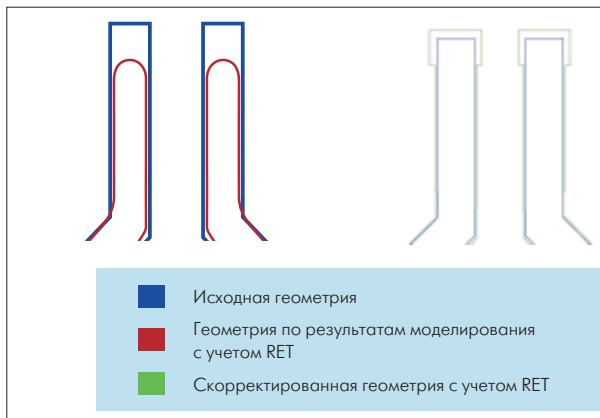

Рис.6. Коррекция топологии с учетом RET
- модуль **Calibre OPCpro** (Optical Process Correction for Batch Production) позволяет в пакетном режиме с учетом используемых технологий и фотолитографического оборудования провести коррекцию топологии кристалла, направленную на увеличение выхода годных и повышение надежности технологического процесса. Процесс коррекции заключается во внесении изменений, компенсирующих фотолитографические искажения (рис. 6). Пользователь может управлять соотношением "точность коррекции—производительность" путем выбора более или менее "агрессивного" стиля компенсации (задавая параметры компенсации и встроенного моделирования). Модуль Calibre OPCpro также включает все функциональные возможности Calibre ORC и Calibre TDopc;